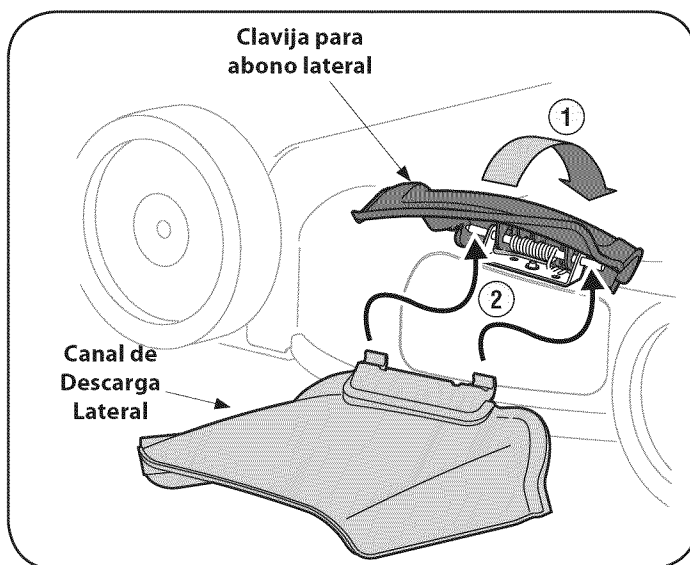

Figura 9
1. En el costado de la podadora, levante el adaptador para abono. Vea figura 9.